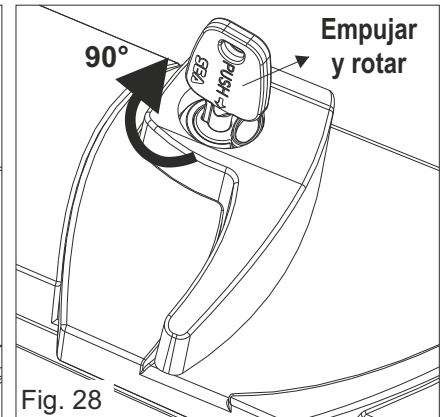

Fig. 28
- 2) Insertar la llave de desbloqueo, **empujar** y girar de 90° en sentido horario (Fig. 28)